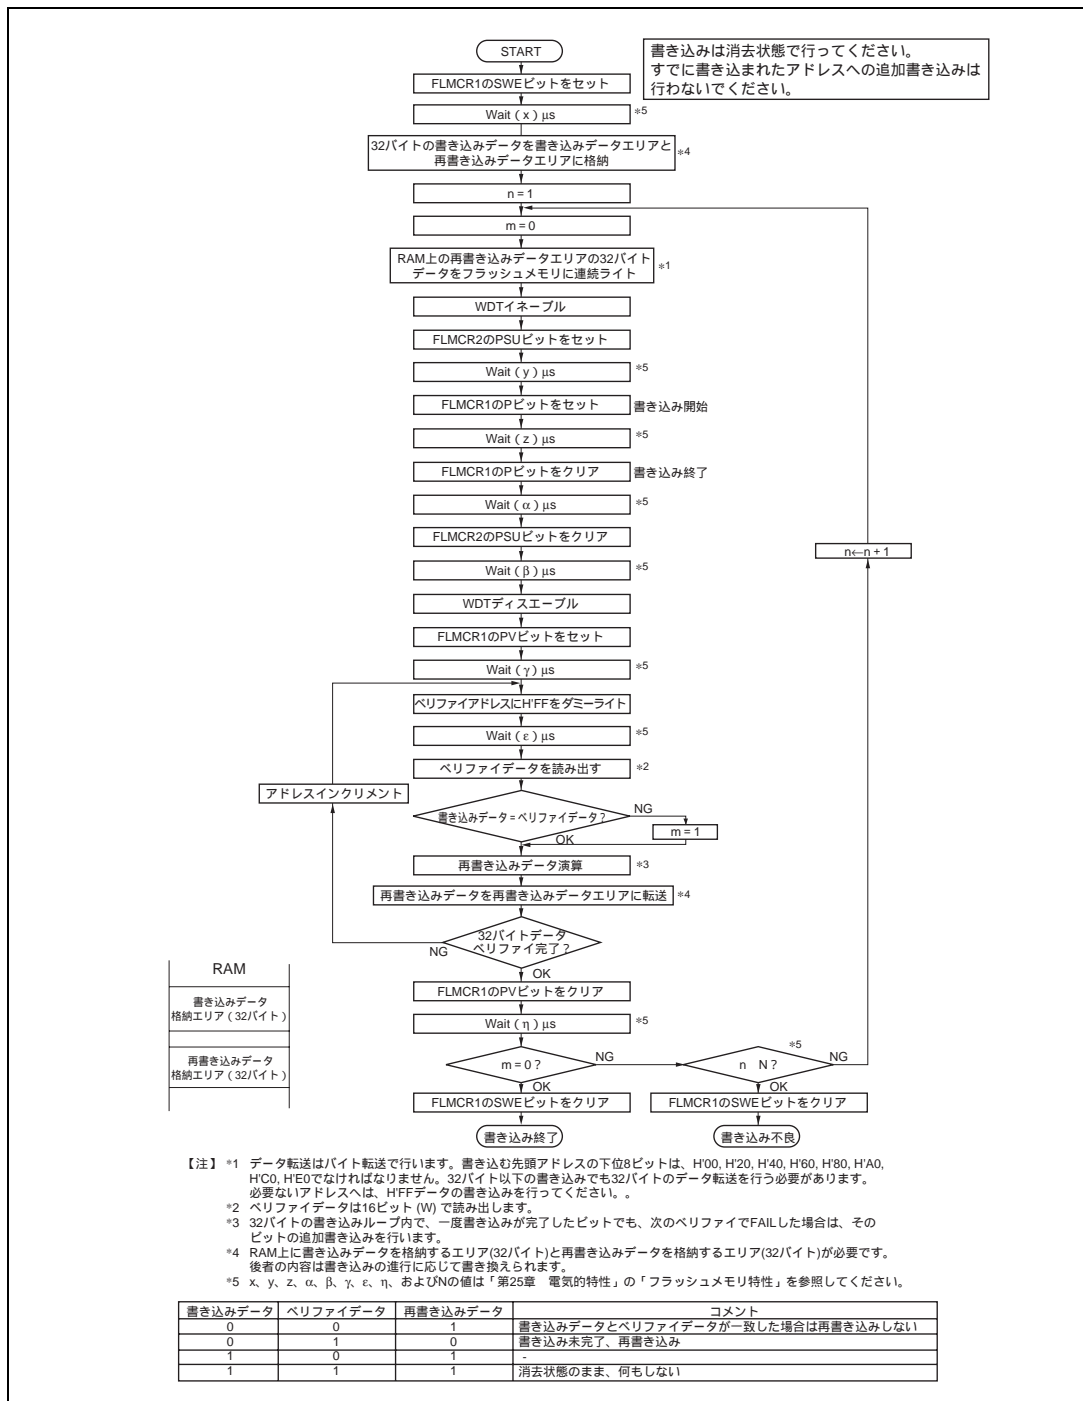

図 21.12 プログラム/プログラムペリファイフロー
フラッシュメモリへのデータ/プログラムの書き込みは、図 21.12 に示すプログラム/プログラムベリファイフローチャートに従って行ってください。このフローチャートに沿って書き込み動作を行えば、デバイスへの電圧ストレスやプログラムデータの信頼性を損なうことなく、フラッシュメモリへデータ/プログラムの書き込みを行うことができます。また、1 回の書き込みは、32 バイト単位で行ってください。
一定の書き込み時間経過後、書き込みモードを解除 (FLMCR1 の P ビットを 0 にクリア後、(α) μs 以上の時間が経過してから FLMCR2 の PSU ビットを 0 にクリア) します。次に、ウォッチドッグタイマを (β) μs 以上の時間が経過してから解除し、FLMCR1 の PV ビットをセットすることで、動作モードはプログラムベリファイモードへ遷移します。プログラムベリファイモードでは、リードする前にリードするアドレスにデータ H'FF をダミーライトしてください。ダミーライトは (γ) μs 以上の時間が経過してから行ってください。この状態でフラッシュメモリをリード (ベリファイデータは 16 ビットで読み出す) するとラッチしたアドレスのデータが読み出されます。このリード動作は、ダミーライト後、(ε) μs 以上おいてから行ってください。次に書き込みデータとベリファイデータを比較し、再書き込みデータを演算 (図 21.12 参照) し、再書き込みデータを再書き込みデータエリアに転送します。32 バイト分のデータのベリファイが完了後、プログラムベリファイモードを解除し、(η) μs 以上の待機時間をおいて、FLMCR1 の SWE ビットを 0 にクリアしてください。再度書き込みが必要な場合は、再度プログラムモードに設定し、同様にプログラム/プログラムベリファイシーケンスを繰り返してください。ただし、同一ビットに対するプログラム/プログラムベリファイシーケンスの繰り返しは、(N) 回を超えないようにしてください。